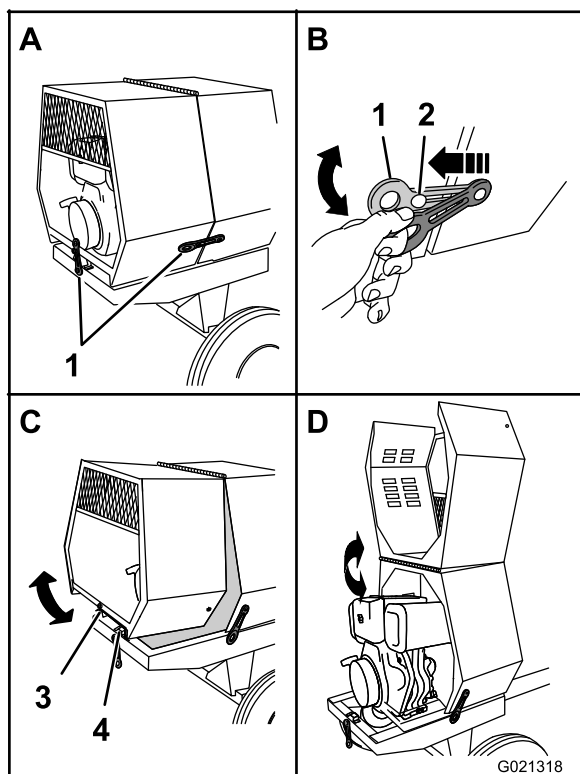

Figura 20
1. En el lado de la máquina, en la unión entre la cubierta delantera y la trasera, agarre el anillo del cierre y desengánchelo del anclaje de la cubierta trasera (Figura 20).
- En la parte trasera de la máquina donde la cubierta trasera se une al bastidor de la máquina, sujete el anillo del cierre y retírelo del anclaje de la cubierta (Figura 20).
- Gire la cubierta trasera hacia arriba y hacia adelante hasta que quede colocada sobre la cubierta delantera (Figura 20).
- Gire la cubierta trasera hacia atrás y hacia abajo hasta que el alojamiento situado en el centro del borde inferior esté alineado con el perfil en V y enrasado con el bastidor de la máquina (Figura 20).
- Repita el paso 3 en el otro lado de la máquina (Figura 20).